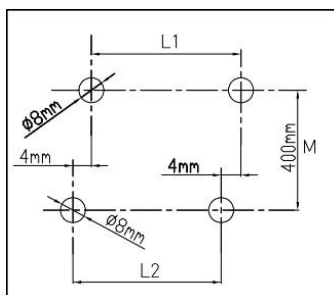

Fig.2
- 1 – Faça os furos de acordo com as instruções da fig. 2.